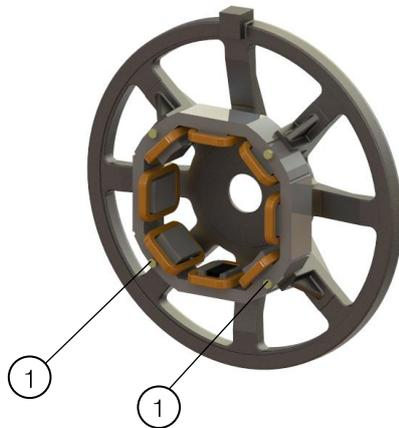

Figura 6.5 Puntos de fijación del soporte de la resistencia tubular
4. Con la tapa desmontada, remover los 2 tornillos inferiores de fijación del estator de la excitatriz, conforme es indicado en la Figura 6.5.
Detalle de la Figura 6.5: